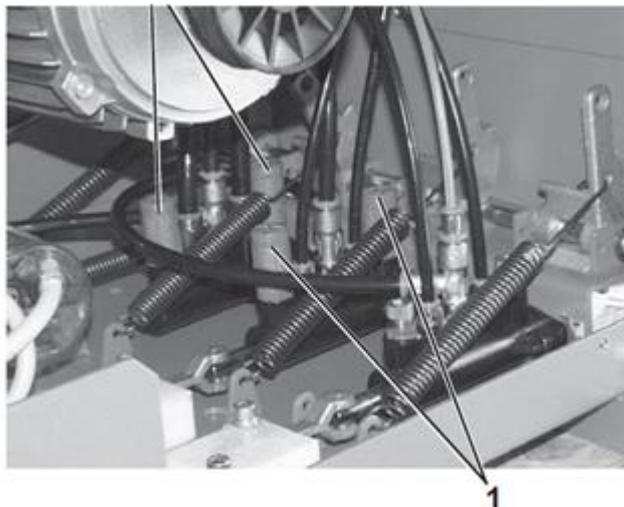

Рис. 25
- Проверить ремень 3 (рис. 25) на предмет износа или надлежащее натяжение: